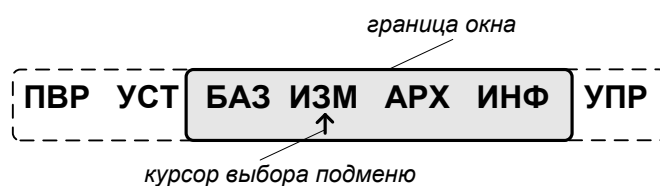

Рис.5. Вид окна индикации основного меню.
5.2.1.3. Окно индикации основного меню (рис.5) содержит обозначения пунктов подменю (меню более низкого уровня), которые располагаются в одной строке (горизонтальное меню) и курсор под одним из пунктов меню. Одновременно в окне индикации основного меню может отображаться не более 4-х обозначений пунктов подменю, которые могут смещаться влево или вправо при соответствующем перемещении курсора.